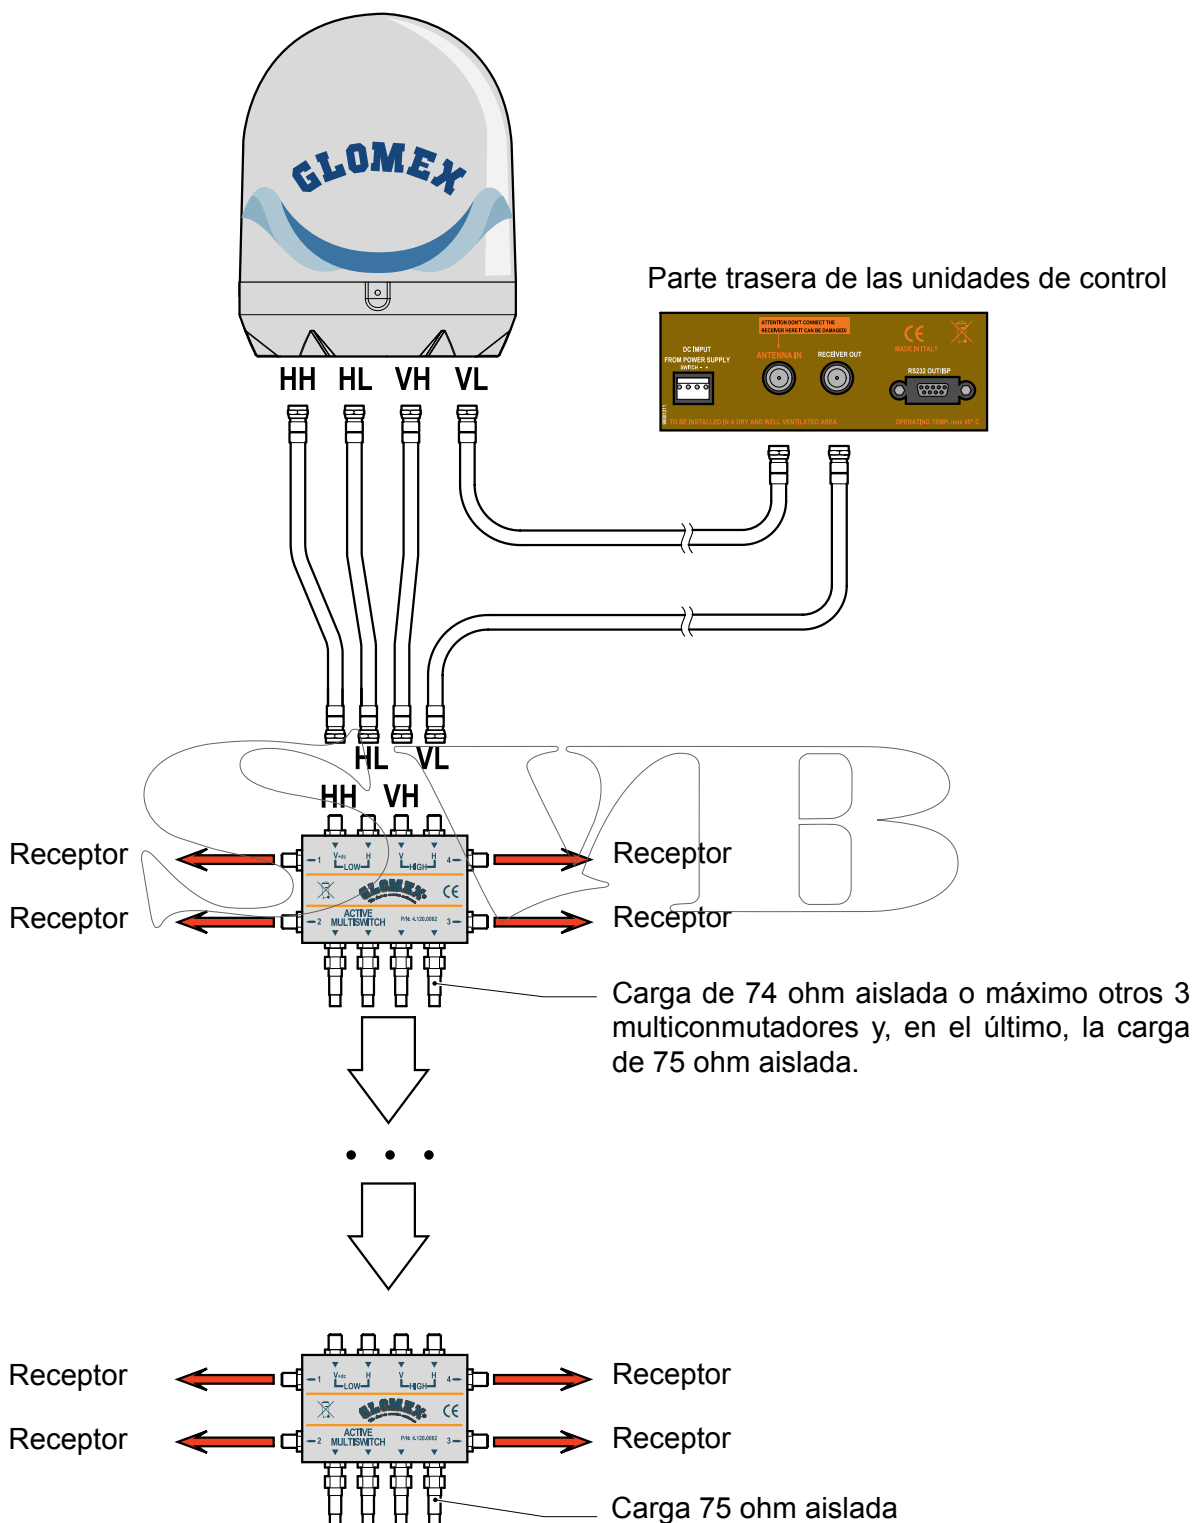

Fig. 20
6. En el caso del modelo R9804, conecte los cables siguiendo las indicaciones en Fig. 20.